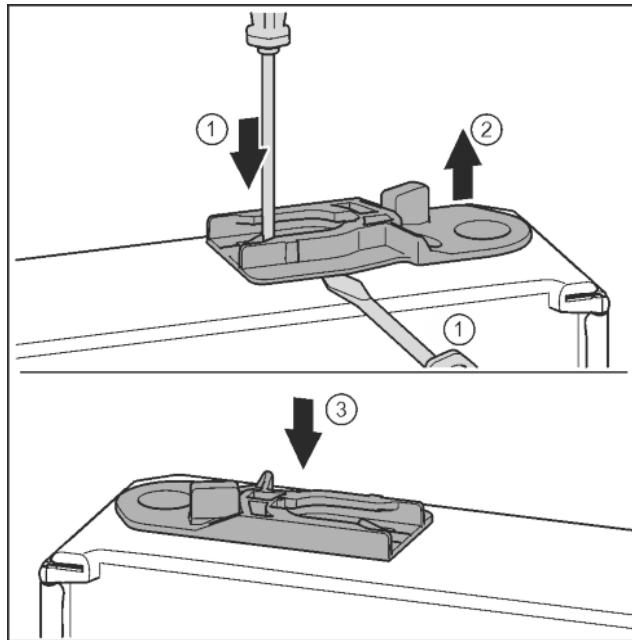

Fig. 32
► Извлечь направляющее гнездо: нажать накладку шлицевой отверткой и одновременно переместить ее шлицевой отверткой под направляющее гнездо. Fig. 32 (1, 2)
► Прилагаемое при поставке направляющее гнездоставить на другой стороне корпуса. Fig. 32 (3)